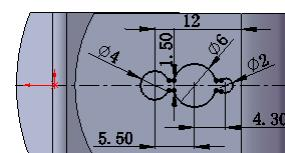

图 7.27 横断面草图
② 定义横断面草图。在草图环境中绘制图7.27所示的横断面草图。
(3) 定义切除深度属性。在“切除一拉伸”对话框的**方向1**区域的下拉列表中选择**成形到下一面**选项，选中**正交切除(N)**复选框。其他采用系统默认设置值。
(4) 单击 \checkmark 按钮，完成切除一拉伸2的创建。